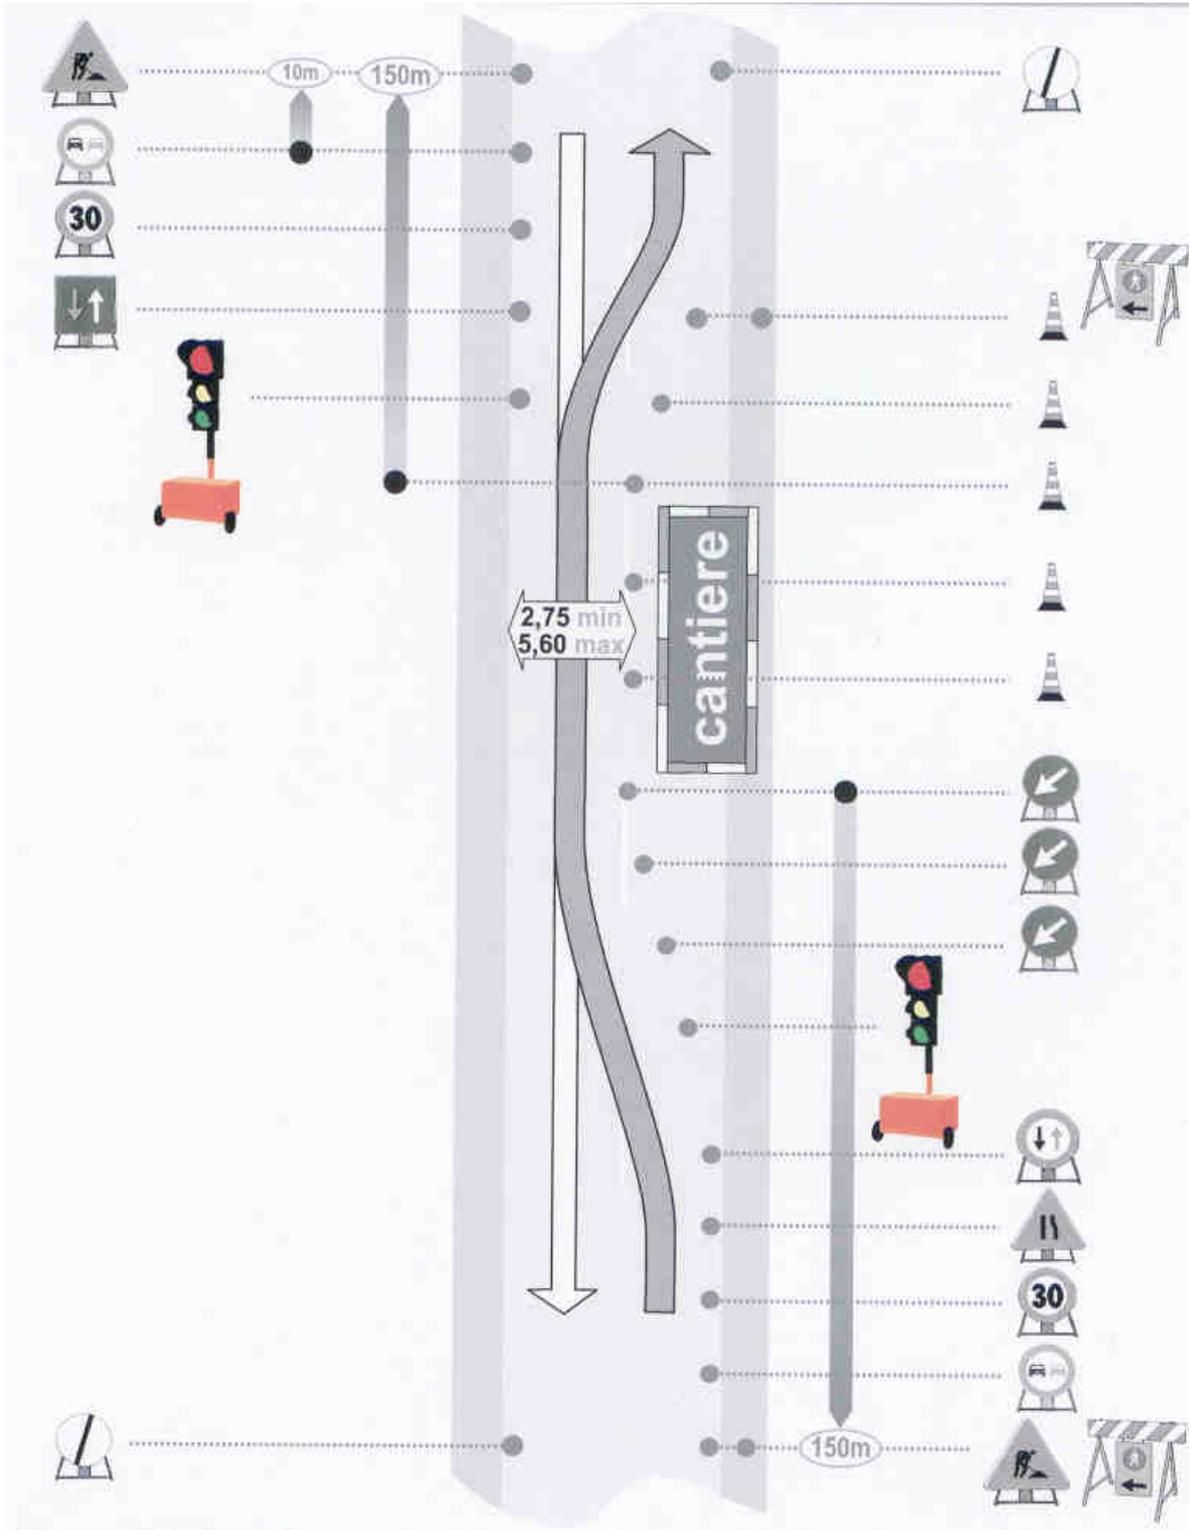

Figura 8b – Cantiere con semafori per senso unico alternato. Figura operativa.
- Figura 8b    Cantiere con semafori per senso unico alternato. Figura operativa.